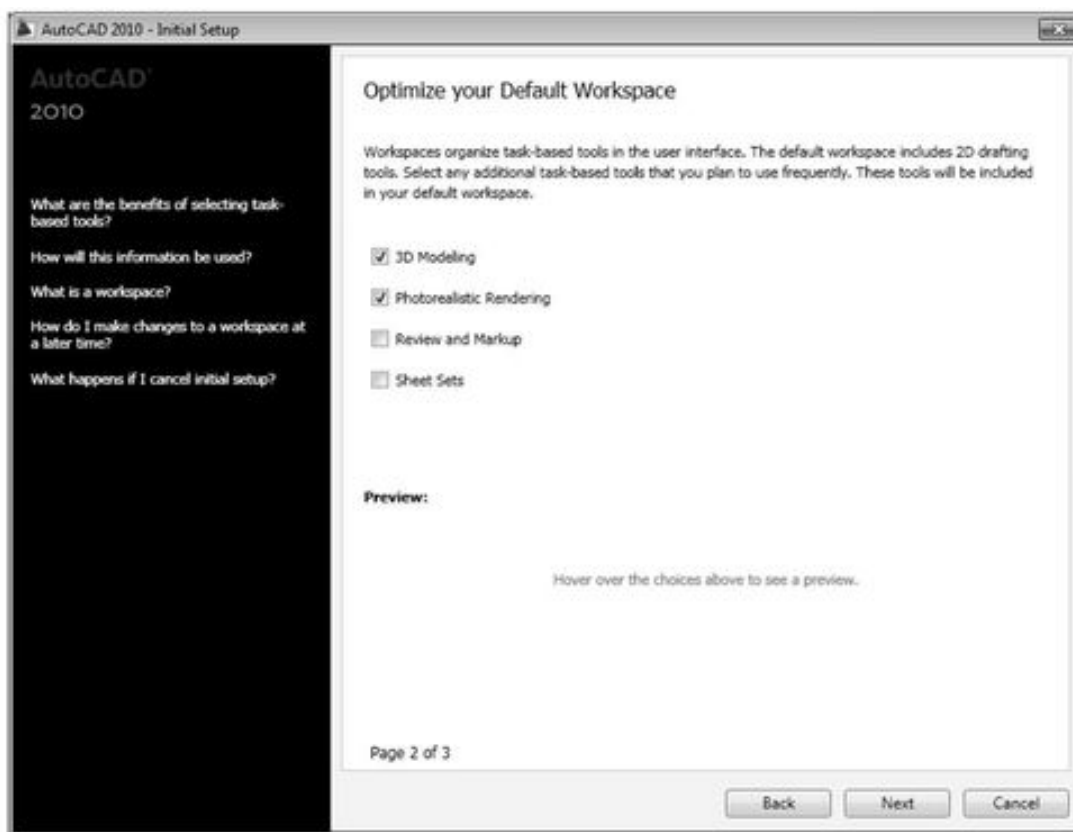

Рис. 2.18. Второй шаг мастера
4. После выбора направления следует нажать кнопку *Next (Далее)*. На следующем шаге мастера необходимо выбрать дополнительные настройки (рис. 2.18):